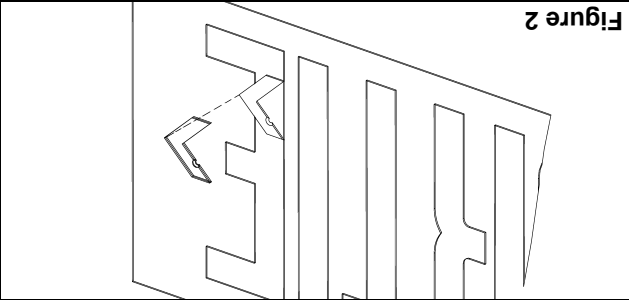

Figure 2
4. Découper les flèches; soutenir la face découpée avec deux morceaux de bois et pousser doucement sur les flèches à partir de l'arrière de la plaque à l'aide d'un tournevis (voir fig. 2).